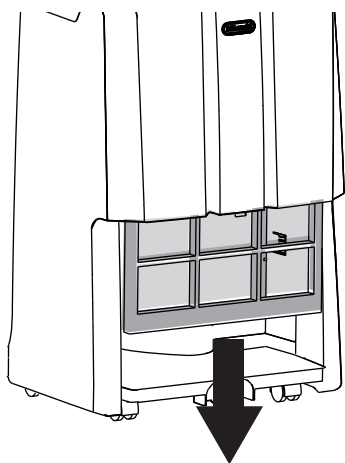

рис. 7
- Для того, чтобы снять воздушный фильтр, потяните за него вниз, рис. 7.